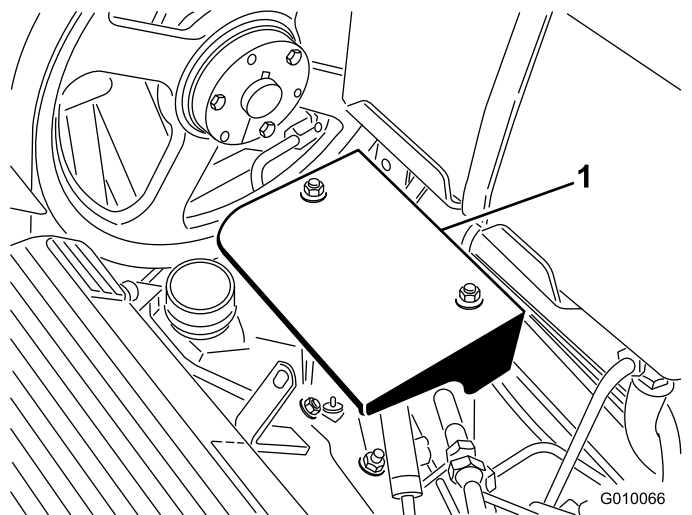

Рисунок 57
3. Открутите 2 гайки крепления кожуха насоса и снимите кожух (Рисунок 57).